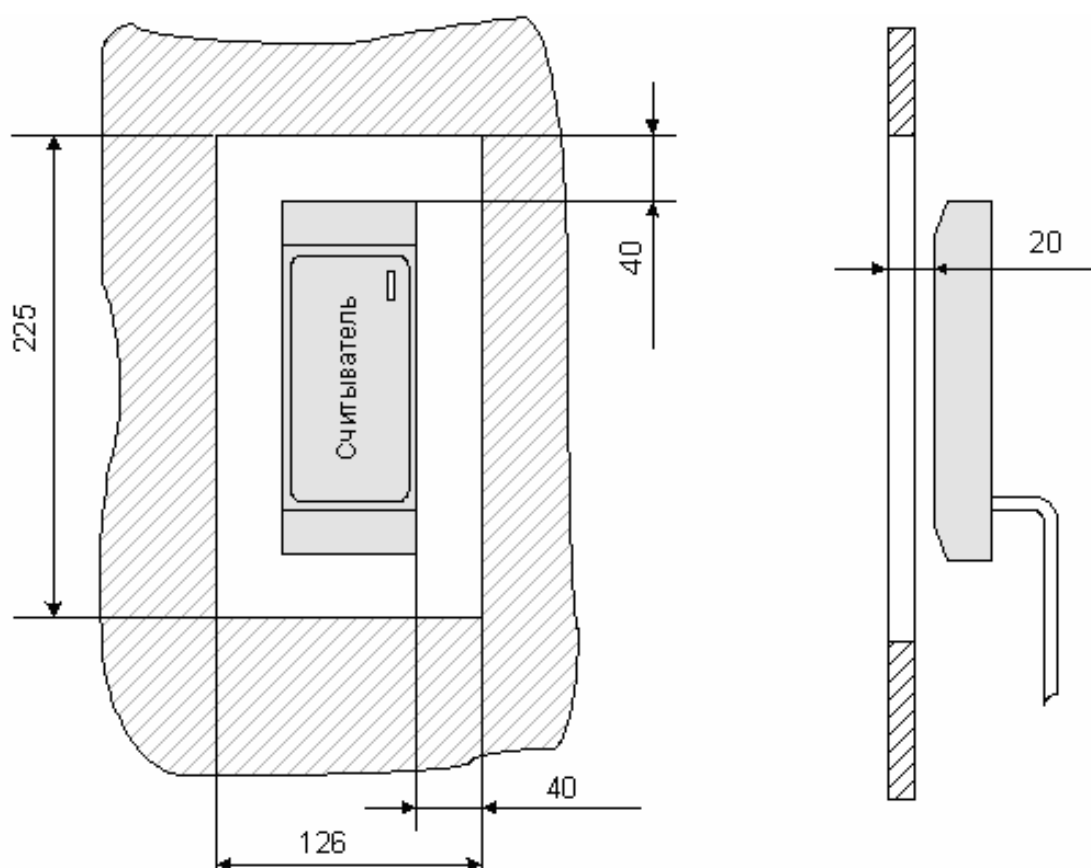

Рис. 3 Установка считывателя за металлической поверхностью
- При установке считывателя за металлической поверхностью, в ней необходимо вырезать окно, напротив которого, равноудалено от краев окна, и устанавливается считыватель (см. рис. 3), при этом размеры окна должны быть не менее 220x126 мм. Само окно может быть закрыто неметаллической вставкой (например, из пластмассы), а считыватель может быть утоплен вглубь окна на расстояние не более 20 мм от внешней стороны металлической поверхности – дальность считывания кода при таком способе монтажа считывателя уменьшается на 30 – 50%;